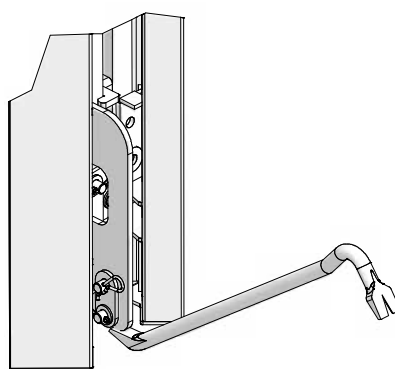
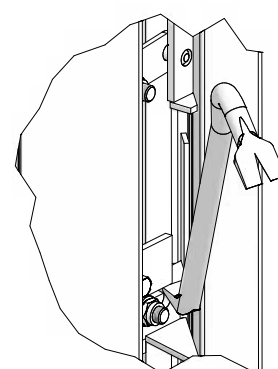

Abb. 52.3 A
Abb. 52.4 B
4. Ausschalecke wird mit dem Hebeisen aktiviert. Die Kniehebelstange wird dabei per Hebeisen nach oben gedrückt. Das Hebeisen kann unten am Punkt A (Abb. 52.3 A) oder in der Mitte bei Punkt B (Abb. 52.4 B) angesetzt werden. Dadurch wird die Schalung ohne Kraftaufwand von der Betonoberfläche gelöst.